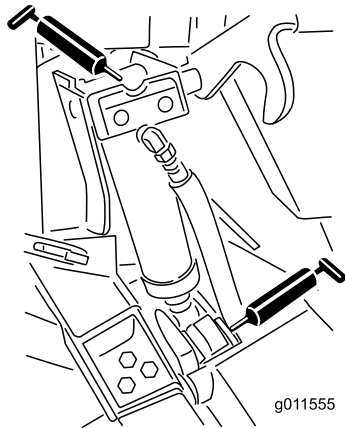

Figure 45
- 4 bagues de vérin de levage (Figure 45)